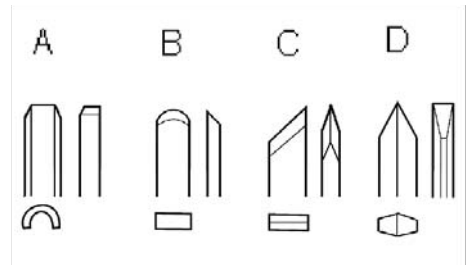
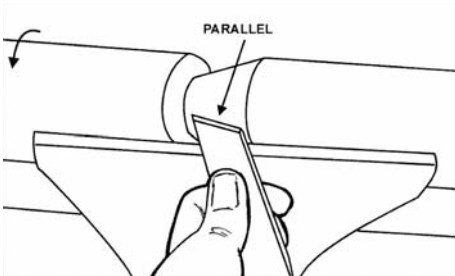

Рис. 6
Рис. 8
- Трубчастий різець (А, рис. 6). Найважливіший інструмент для токарної обробки.
- Шабер (В, рис. 6). Застосовується для зовнішнього та внутрішнього калібрування, а також для видалення слідів обробки.
- Косий різець (С, рис. 6). Застосовується для проточування V-подібних канавок, для зовнішнього калібрування та для токарної обробки торців деревини. Ріжуча кромка встановлюється паралельно напрямку розрізу (Рис. 8).
- Відрізний різець (D, Рис. 6). Застосовується для прямого врізання у заготовку, наприклад, при затилівці та відрізанні. Може застосовуватися також як шабер та для отримання необхідного діаметру.